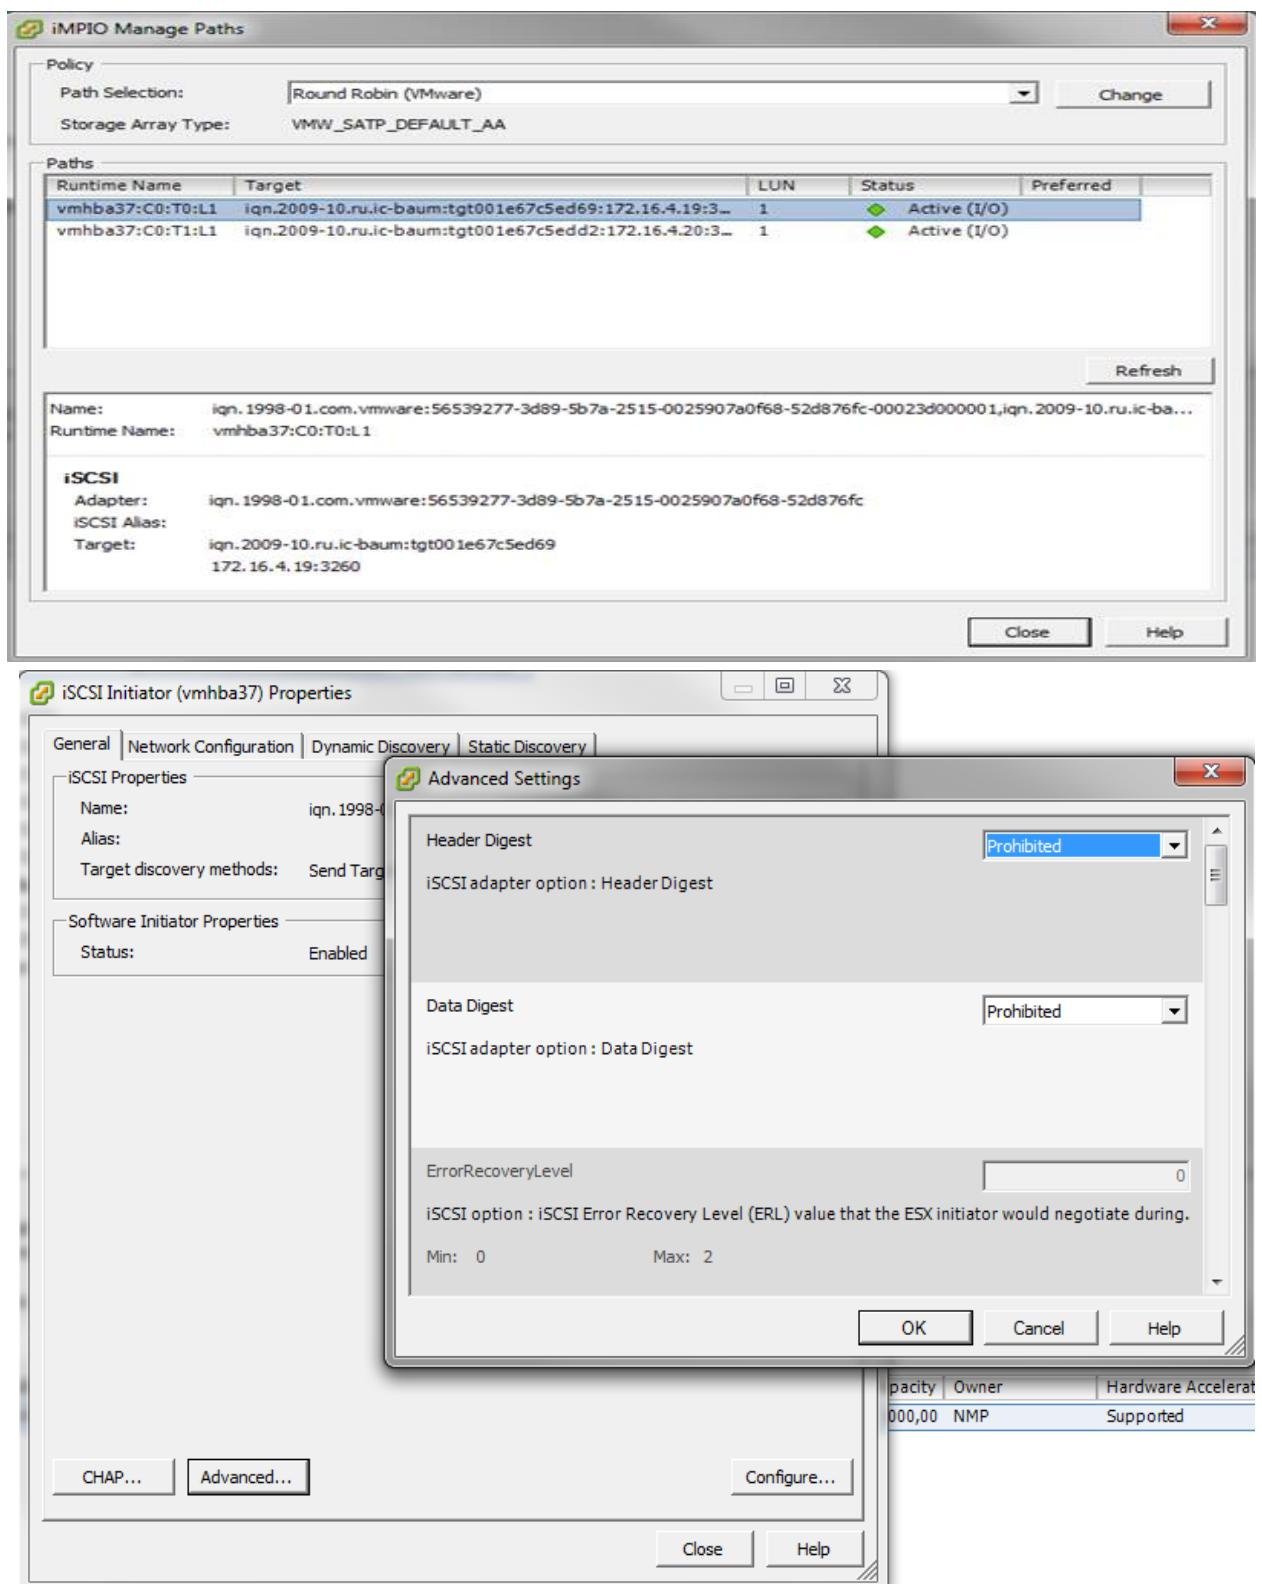

Рисунок 78 – Настройка MPIO
3) Выполнить настройку MPIO (Рисунок 78 Рисунок 78).